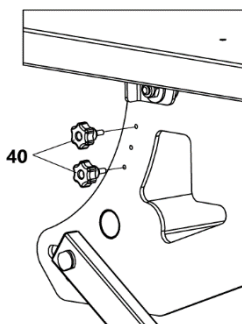

Рисунок 8 Места хранения винтов транспортных
- закрутите транспортные винты 40 в резьбовые отверстия, находящиеся на корпусе станка (рис. 8).
В рабочем состоянии станка винты транспортные закручиваются в резьбовые отверстия корпуса станка (рис. 8).